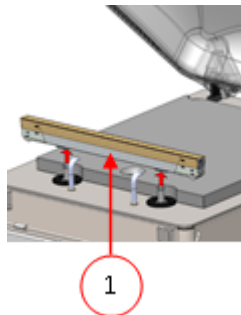
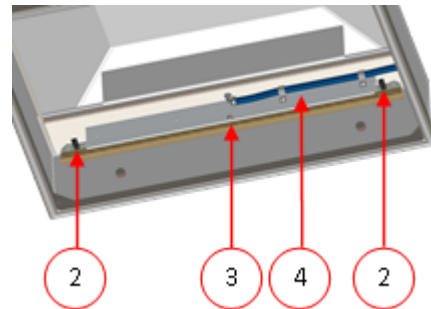

Abbildung 25: Entfernen der Schweißleiste (Kunststoffdeckel)
Abbildung 26: Entfernen der Schweißleiste (Metalldeckel)
An Maschinen mit einem Kunststoffdeckel sind die Schweißleisten auf Zylindern angebracht (*Abbildung 25: Entfernen der Schweißleiste (Kunststoffdeckel)* auf Seite 78). Bei Maschinen mit Metalldeckel sind die Schweißleisten im Deckel angebracht (*Abbildung 26: Entfernen der Schweißleiste (Metalldeckel)* auf Seite 78).
1. Entfernen Sie die Schweißleiste, indem Sie sie von den Zylindern abheben. Vgl. *Abbildung 25: Entfernen der Schweißleiste (Kunststoffdeckel)* auf Seite 78.
Kunststoffdeckel Heben Sie die Schweißleiste von den Zylindern ab. Vgl. *Abbildung 25: Entfernen der Schweißleiste (Kunststoffdeckel)* auf Seite 78.
Metalldeckel Vgl. *Abbildung 26: Entfernen der Schweißleiste (Metalldeckel)* auf Seite 78. Entfernen Sie die Schweißleiste von den Halterungen (4), indem Sie die beiden elektrischen Stecker (2) trennen und die M6-Schraube (3) entfernen.